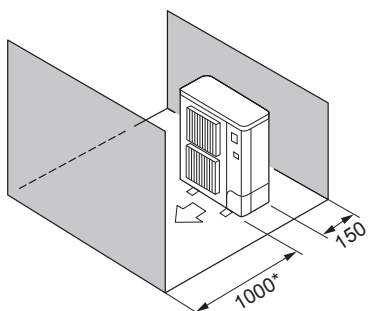

Fig. 2-7
- ⑤ Solo ostacoli anteriori e posteriori (Fig. 2-7)